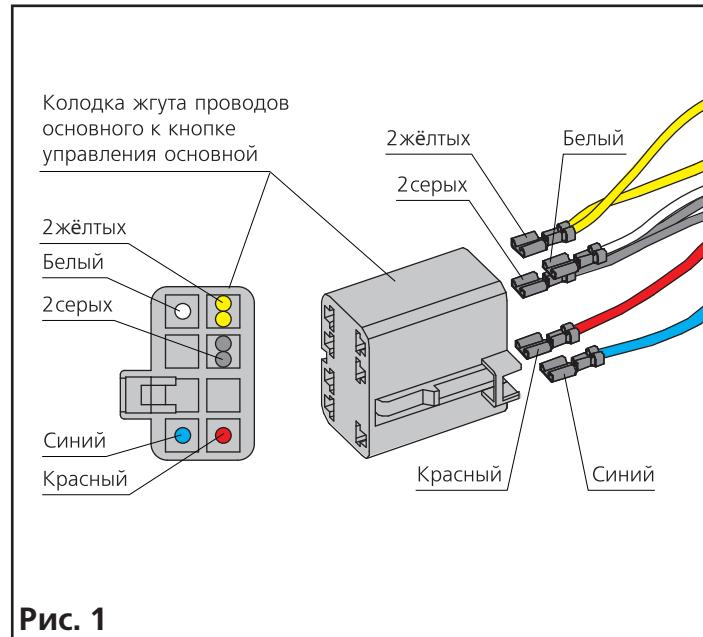

Рис. 1
3.4.3 Демонтируйте настил подножки правой сдвижной двери и порог подножки передней правой двери, для доступа прокладки жгута проводов основного (рис. 1, 2).